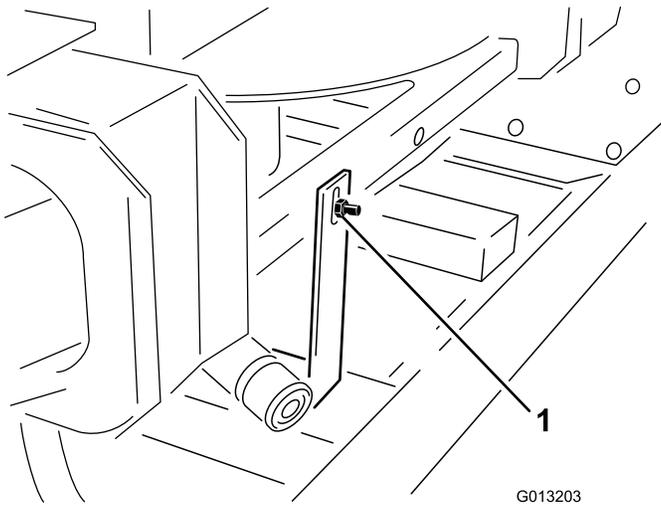

图 3
2. 从双用盘的后面卸下将机器提升装置运输支架连接到双用盘上的螺栓和螺母图 3。